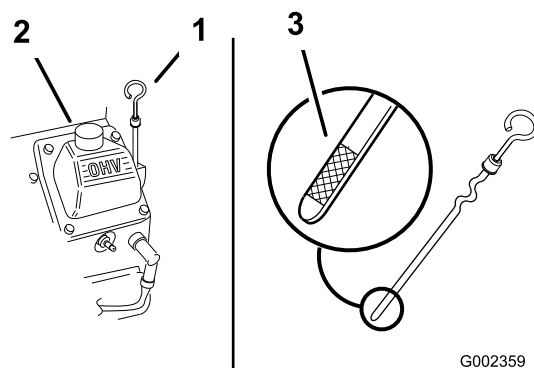

Bild 160
- Reinigen Sie den Bereich um den Öleinfüllstutzendeckel und den Peilstab (Bild 160).